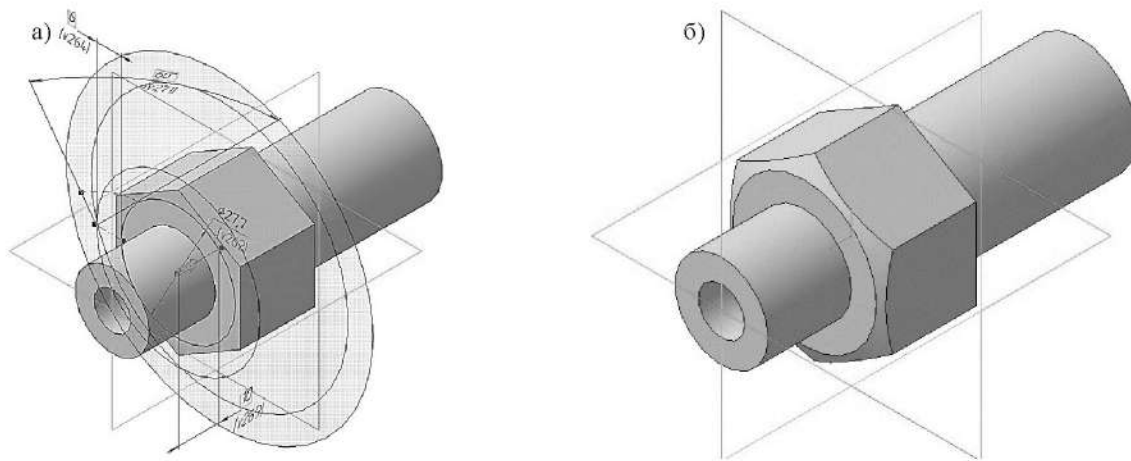

Рисунок 1.31. Построение фасок на шестиграннике:
- в поле **Толщина стенки 1** изменяйте значение, до того момента, пока фантом операции **Вырезать выдавливанием** не выйдет за ребра шестигранника, см. рисунок 1.31, а.
Нажмите кнопку **Создать объект**  на Панели специального управления – система построит фаску на шестиграннике штуцера (рисунок 1.31, б). В Дереве модели появится строка **Вырезать элемент выдавливания:2**.